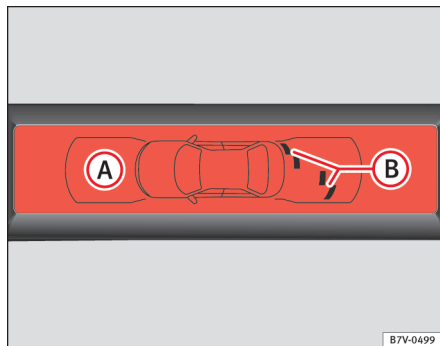

Fig. 143 Indicação do OPS no visor: (A) foi detectado um obstáculo no segmento. (B) zona registada à frente do veículo.
A zona na qual são detectados obstáculos estende-se na frente do veículo até uma distância de cerca de 120 cm e para o lado até 60 cm ⇒ Fig. 143 (B). Atrás do veículo, a zona analisada alcança uma distância até 160 cm e cerca de 60 cm para os lados ⇒ Fig. 142 (C).
O gráfico apresentado representa as zonas controladas em vários segmentos. À medida que o veículo se aproxima de um obstáculo, mais se aproxima o segmento ao veículo representado (B) e ⇒ Fig. 143 (A). No máximo, quando é apresentado o penúltimo segmento, chegou-se à zona de colisão. **Pare o veículo!**